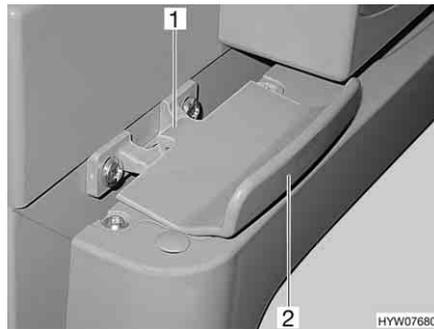

Bild 177 Verriegelung der Kühlschranktür, geschlossen (Thetford)
**Öffnen:** ■ Kühlschranktür am Griff (Bild 177,2) öffnen. Die Verriegelung (Bild 177,1) wird automatisch gelöst.